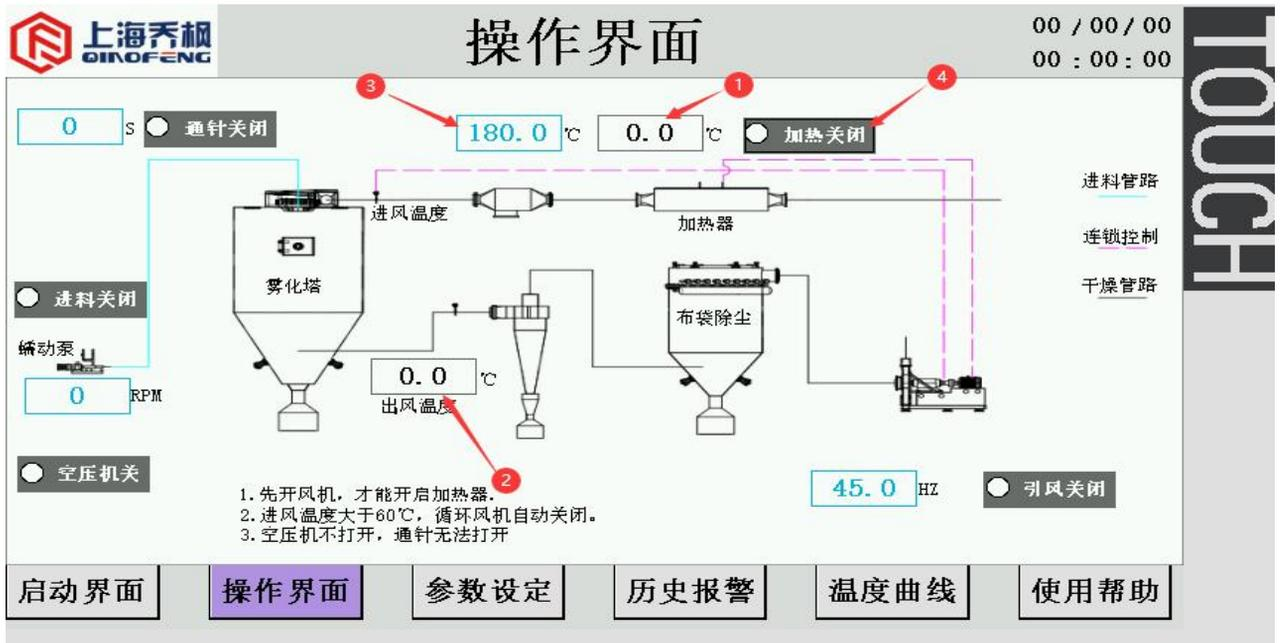

图7
(5) 点击“加热器开关”4，停止电加热。显示状态如图7所示。